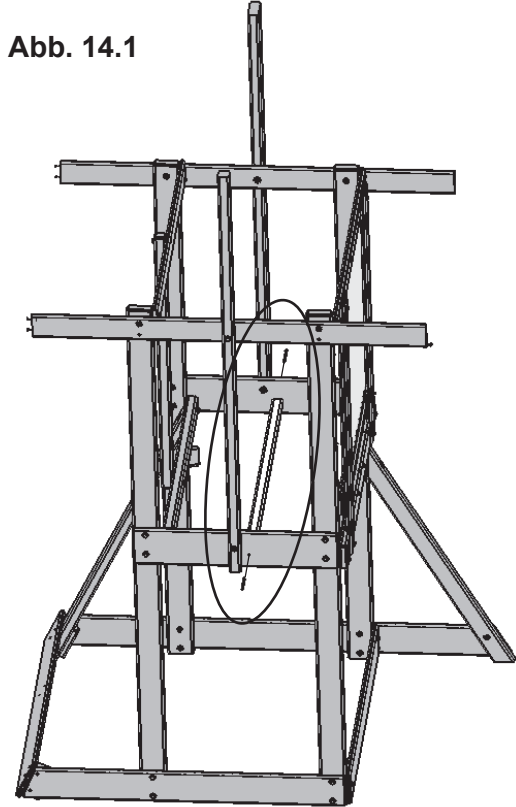

Abb. 14.1
**A:** Messen Sie auf der Innenseite der Baugruppe von der Oberseite beider (1759) Schaukelböden 3-1/8" (7,94 cm) nach unten. Befestigen Sie dann den (1763) Deckenbalken mit je einer (S4) #8 x 3" (76 mm) Holzschraube pro Ende an jedem Brett. Beachten Sie, dass die 1-3/8" (3,49 cm) breite Seite des (1763) Deckenbalkens nach oben zeigen muss. (Abb. 14.1, 14.2 und 14.3)